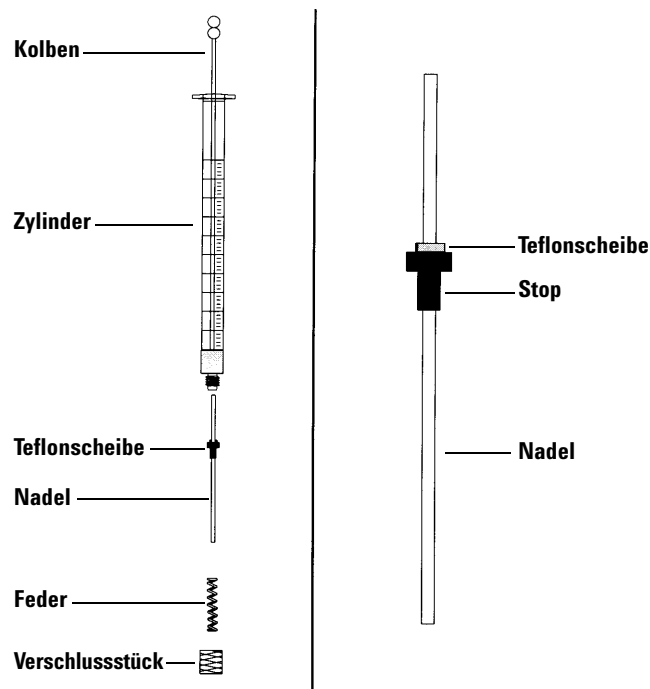

Abb. 108 Spritzenbestandteile
So setzen Sie eine Nadel in einen Spritzenzylinder ein (Abb. 108)
- 2** Stellen Sie sicher, dass die Nadel über eine Teflonscheibe verfügt (Abb. 108). Wenn der Spritzenzylinder über keine Teflonscheibe verfügt, präparieren Sie die Nadel gemäß den Anweisungen der Spritzenpackungsbeilage selbst.